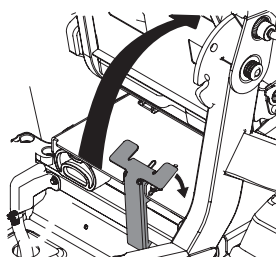

Figura 21
4. Gire todo el conjunto del asiento hacia arriba (Figura 21).